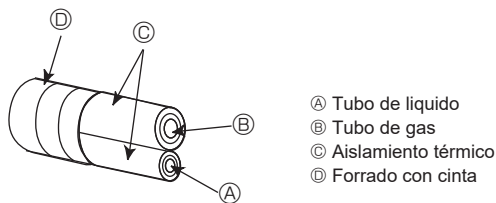
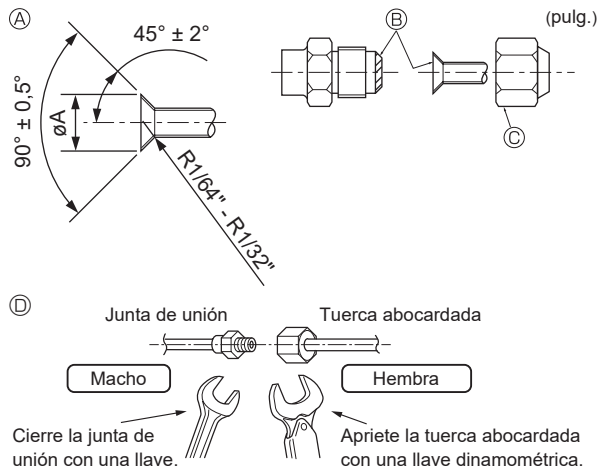

Fig. 4-5
Fig. 4-6
A (Fig. 4-6)
4.3. Tubos de conexión (Fig. 4-5) (Fig. 4-6)
[Fig. 4-5]
[Fig. 4-6]